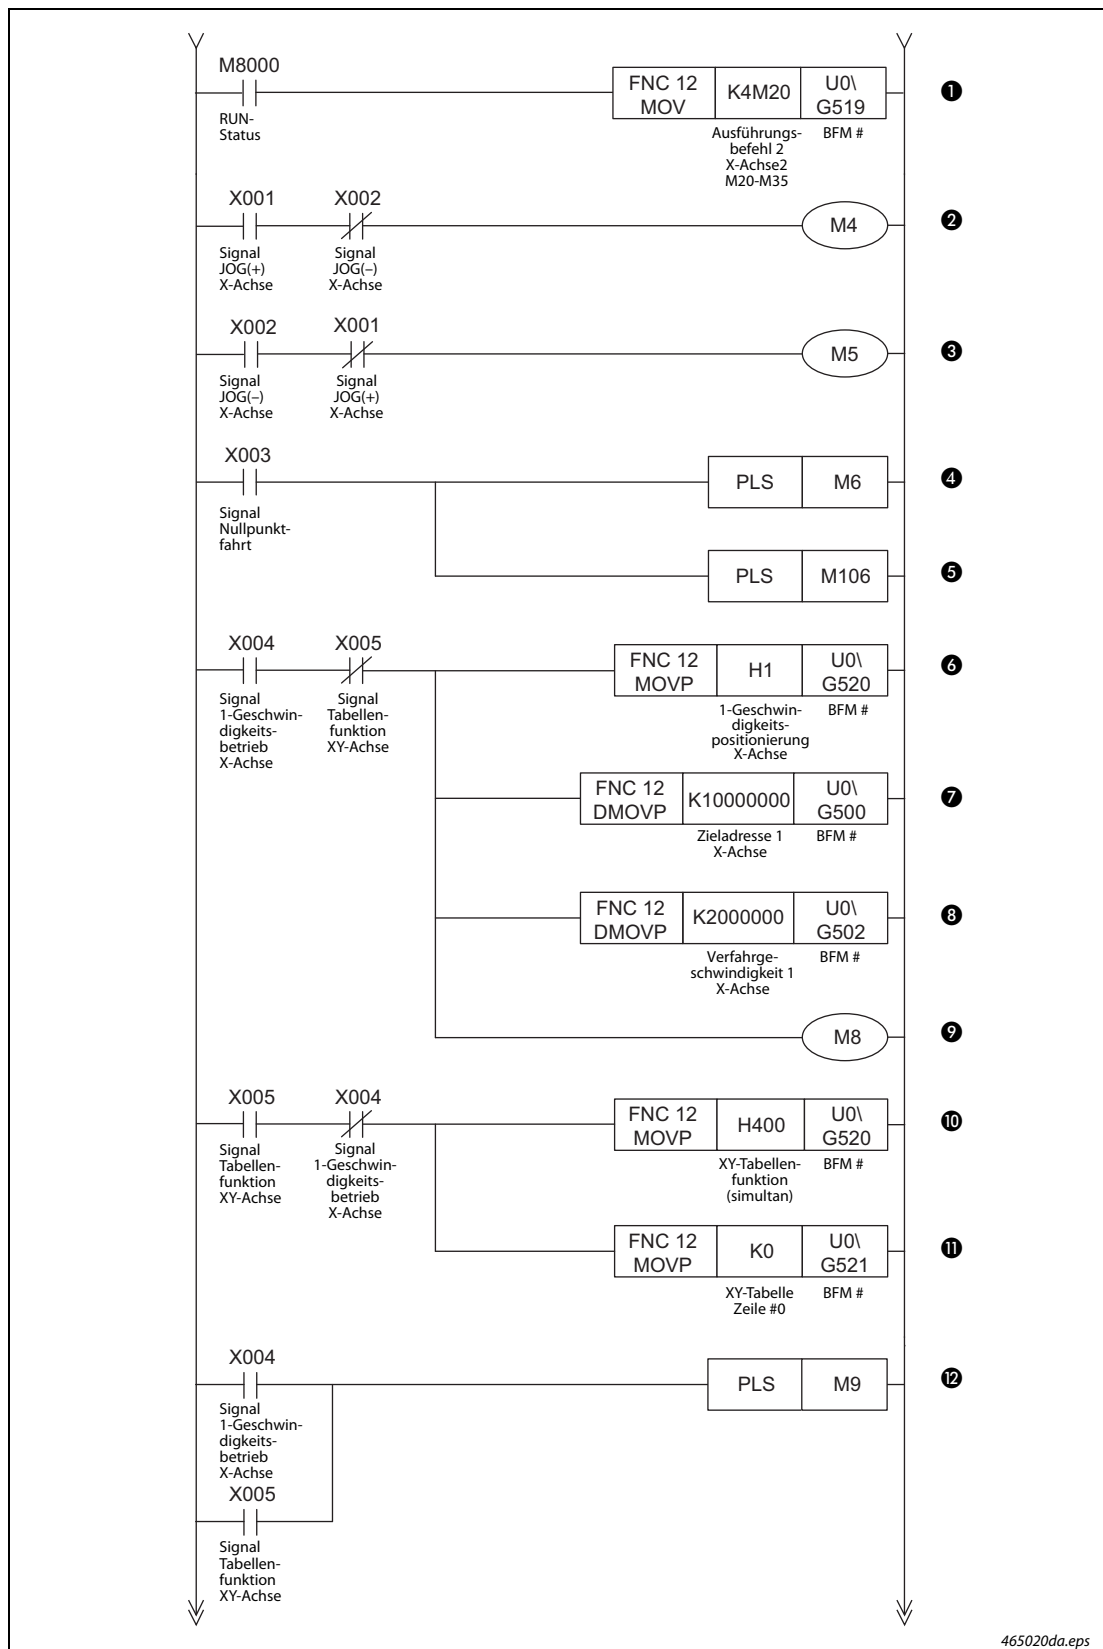

Fig. 4-40: Kontaktplan des Programmbeispiels (2)
①	Übertragung der aktuellen Adresse der X-Achse. [#1, #0 → D1, D0]
②	Übertragung der aktuellen Adresse der Y-Achse. [#101, #100 → D101, D100]
③	Übertragung der Statusinformation der X-Achse. [#28 → D10]
④	Übertragung der Statusinformation der Y-Achse. [#128 → D110]
⑤	Am Eingang X000 wird der Endschalter der X-Achse für Rechtslauf abgefragt.
⑥	Am Eingang X010 wird der Endschalter der X-Achse für Linkslauf abgefragt.
⑦	Die JOG-Geschwindigkeit für die X-Achse wird auf 100 kHz eingestellt. [K100000 → #14013, #14012]
⑧	Die Einstellung der JOG-Geschwindigkeit für die Achse wird aktiviert.
Tab. 4-27: Beschreibung des Kontaktplans in Abb. 4-40 (1)